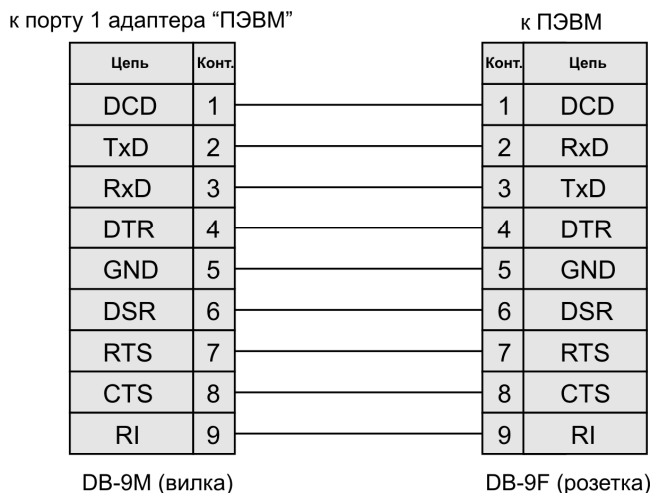

Рисунок 4 – Схема электрическая кабеля RS-232 для соединения адаптера с ПЭВМ
6.1.4 Соедините интерфейсным кабелем SCF-12 из комплекта поставки СКм или из комплекта поставки адаптера разъем «ПЭВМ» на корпусе адаптера с разъемом последовательного порта компьютера (рисунок 4).